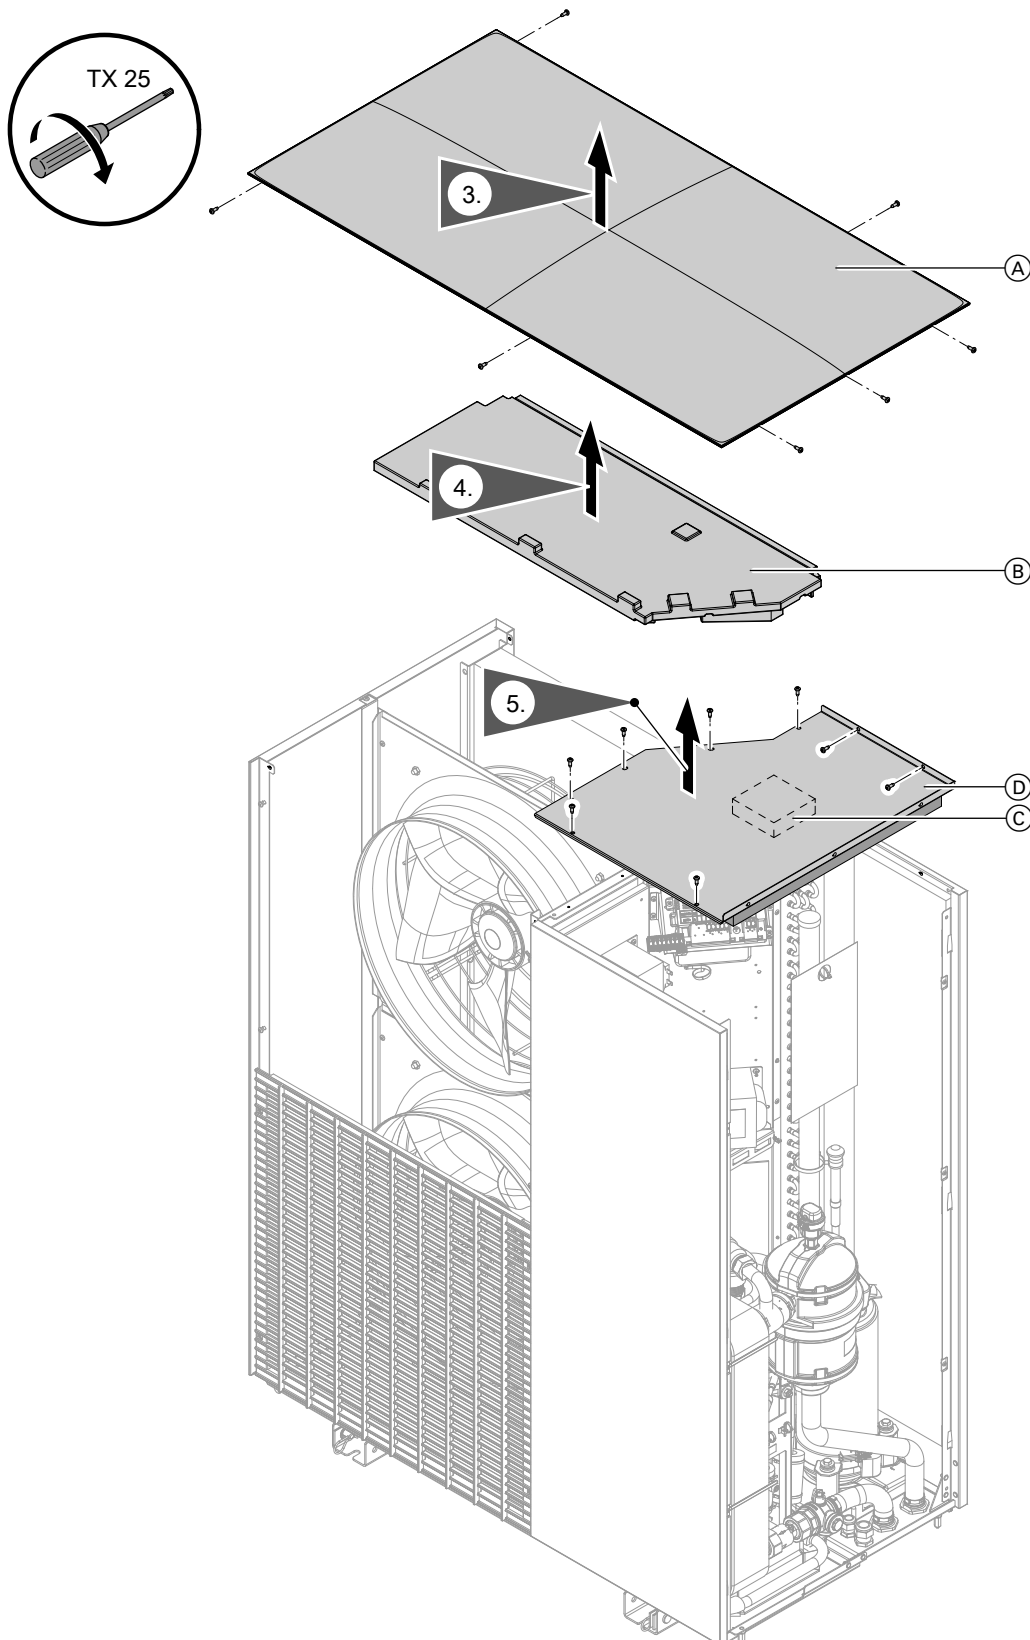

Abb. 98
3. Deckel abbauen: Siehe Abb. 98.
2. Deckel abbauen: Siehe Abb. 98.